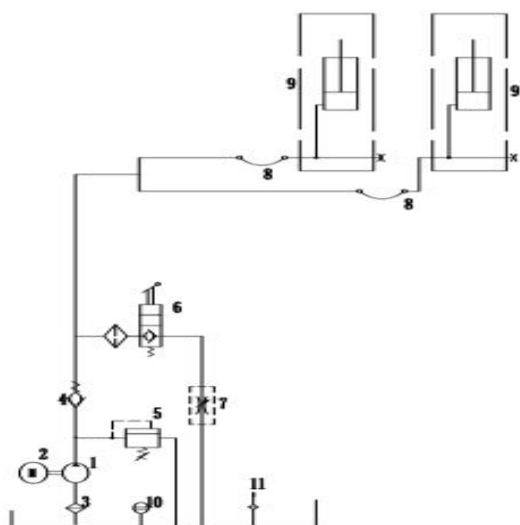

Рис. 5
- Используя общую ширину в качестве основы, нарисуйте две параллельные линии (# 1 и # 2) на бетонном полу с допуском в пределах 3 мм. Определите местоположение колонны на линии, и отметьте общую ширину опорной плиты. Отметьте точки 3 и 4. Начиная с точки 3, нарисуйте одну диагональную линию в точке 5, образуя треугольник. Таким образом, строки № 1 и № 2 могут определять местоположение двух колонн (Рис. 5)